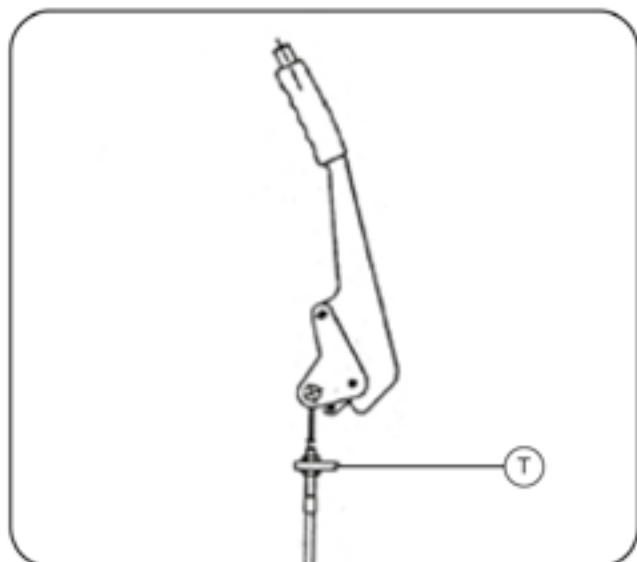

Fig. 18
2) FRENO DE ESTACIONAMIENTO (Fig. 18)
Ajustar el recorrido del mando del freno de estacionamiento, mediante el tensor (Fig. 18). La palanca del freno de estacionamiento debe bloquear los frenos a la mitad de su carrera total.
2) PARKING BRAKE (Fig. 18)
Adjust the stroke of the parking brake lever through the turnbuckle T (Fig. 18). The parking brake lever is required to block the brakes halfway along their full run.
2) FREIN DE STATIONNEMENT (Fig. 18)